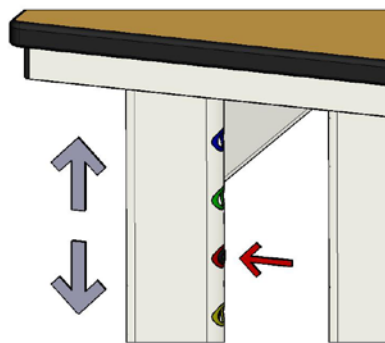

Abbildung 2
- Knopf eindrücken und gewünschte Tischhöhe einstellen (Abb. 2).